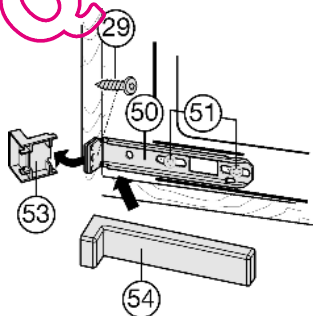

Fig. 19
- ▶ Desserrer un peu les vis *Fig. 19 (51)*.
- ▶ Visser l'étrier inférieur *Fig. 19 (50)* à l'aide d'une vis à panneaux de particules *Fig. 19 (29)* $\varnothing 4 \times 19$ sur la paroi du meuble.
- ▶ Casser l'extrémité du cache *Fig. 19 (53)* qui dépasse. Elle ne sera plus utile.
- ▶ Bien serrer les vis *Fig. 19 (51)*.
- ▶ Remettre le cache *Fig. 19 (54)* sur l'étrier *Fig. 19 (50)* inférieur.